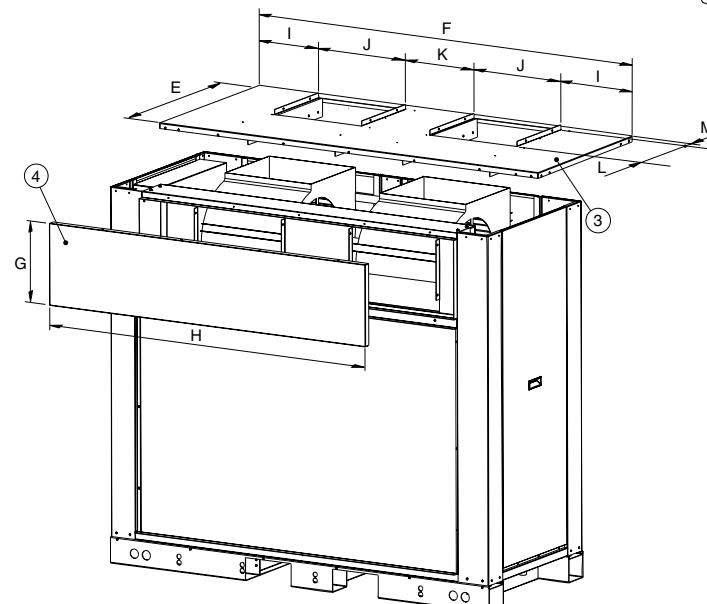

Fig. 4
- 5.- Obere Abdeckung ③ und Abdeckung ④ der Ausblashaube anbringen (Fig. 4).